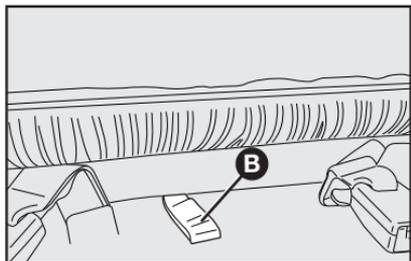
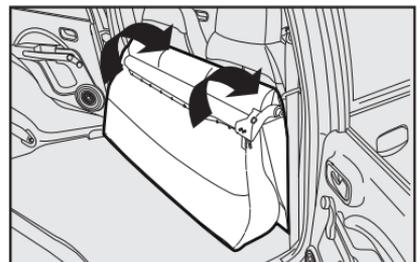

fig. 79
fig. 81
5) Em seguida, rebater o banco traseiro inteiro para a frente, utilizando a alça **B-fig. 79** para a manobra, de maneira a obter uma única superfície de carga **fig. 81**.